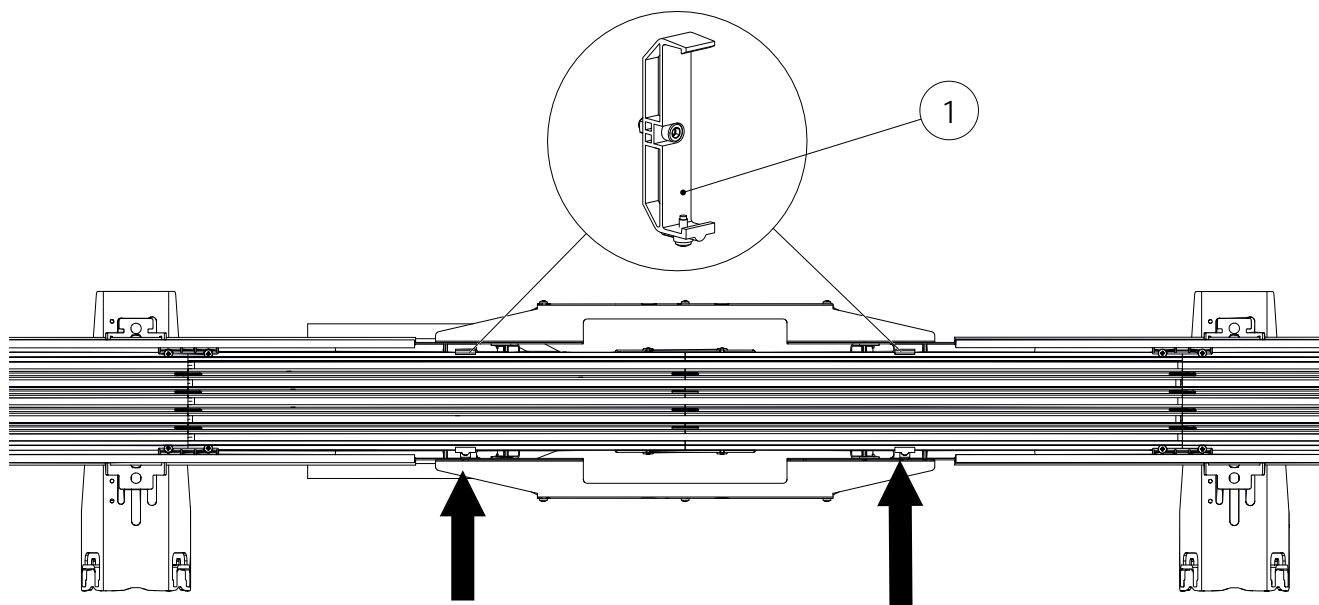

Abb. 80: Position des Fixpunktes
3. Den zweiten Fixpunkt (1) auf die gleiche Weise montieren (siehe Abb. 80).